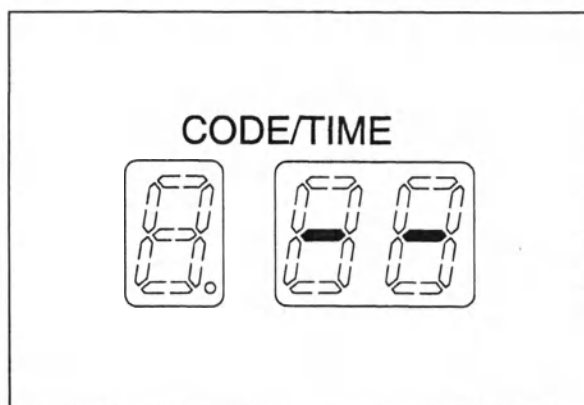

Рис. 4.51
9. Приблизительно через минуту появляется более длительный зуммерный сигнал, свидетельствующий об окончании смешивания, а на дисплее «CODE/TIME» главной панели управления отображается знак [--], показывающий завершение процесса (см. рис. 4.51).